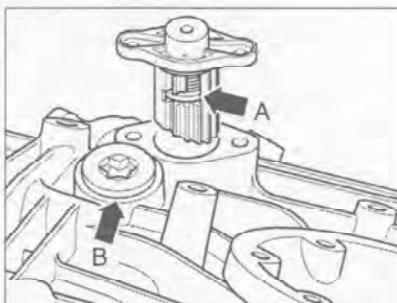

Рис. 7.73. При установке механизма выемка (стрелка А) должна указывать в сторону болта (стрелка В).
7. При установке механизма выемка (стрелка А) должна указывать в сторону болта (стрелка В) (рис. 7.73).